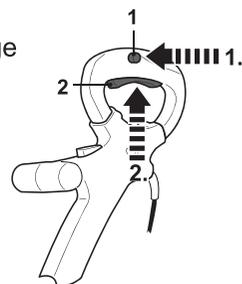

Fig. 4
- > Appuyez sur le bouton marche/arrêt [1] pour allumer l'appareil (Fig. 4).